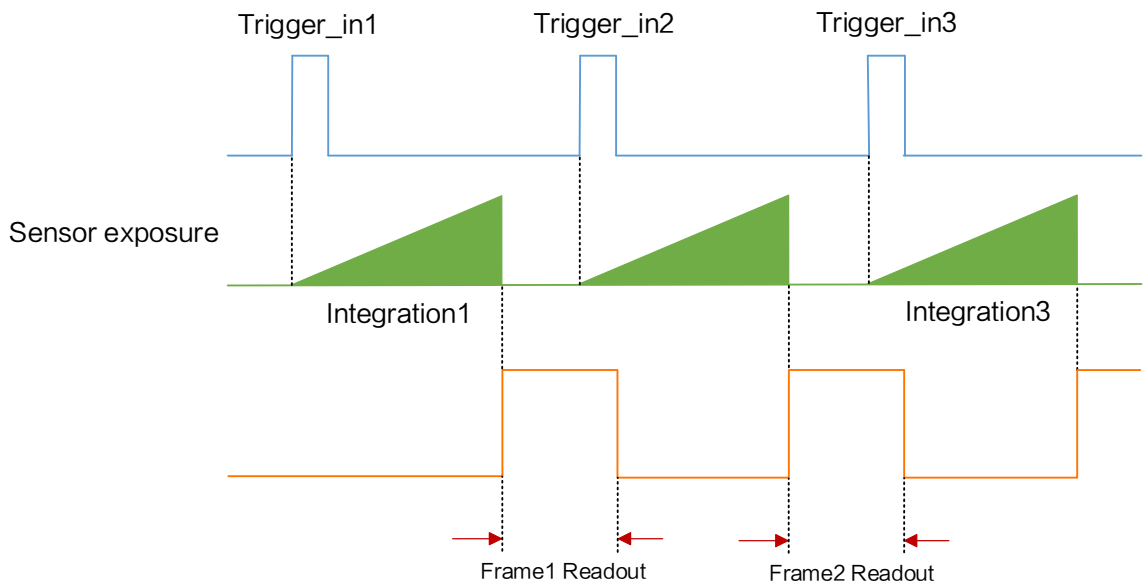

图8-15 第 2 帧正常处理时序
- 若第 2 个触发信号第 1 帧图像的曝光结束时间不早于相机当前第 1 个触发信号最后 1 帧的出图时间，则第 2 个触发信号第 1 帧图像正常出图，如图 8-15 所示；